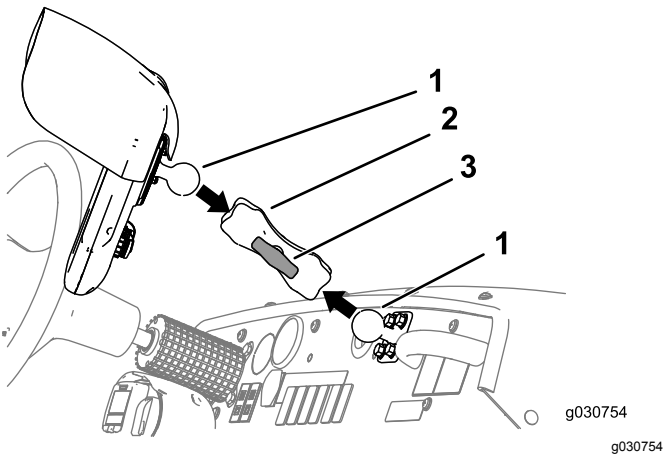

Figure 153
- Desserrez le bouton du bras du moniteur jusqu'à ce que vous puissiez passer la rotule pour la fixation au dos du moniteur et la rotule pour le support sur la planche de bord dans le bras creux du moniteur (Figure 153).
- 4. Depuis le siège du conducteur (siège gauche), réglez la position du moniteur de pulvérisation de manière à voir facilement l'écran d'affichage (Figure 153).
- 5. Serrez le bouton du bras du moniteur à la main (Figure 153).